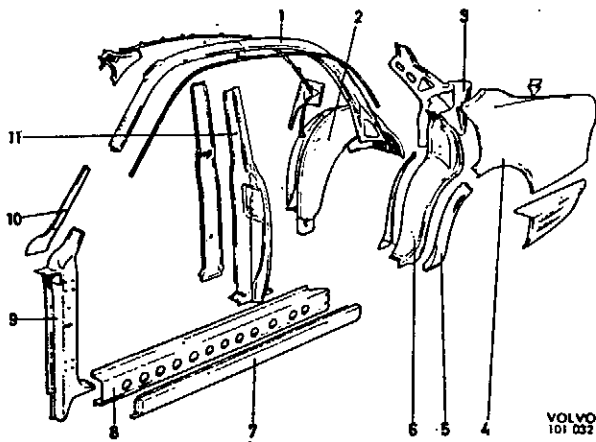

Abb. 3 Seitenteil (4türig)
Der Seitenteil der 4türigen Ausführung (Abb. 3) besteht aus A-Säule (9), B-Säule (11), C-Säule (6), mittlerem und äußerem Bodenschweller (8 und 7), Dachschweller (1), Windschutzscheibenstrebe (10), hinterem Radkasten (2) mit Radbogen (5), Hinterkotflügel (4), Sitzlehnenblech und Knotenblech (3). Bodenschweller und Radbogen sind aus galvanisiertem Blech hergestellt.